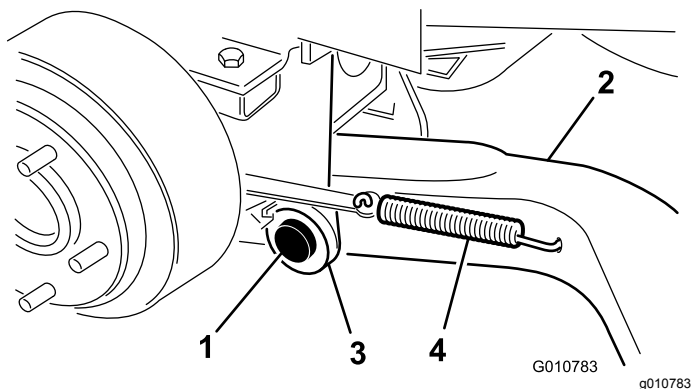

Figura 5
4. Monte um braço de elevação (com extremidade da rótula esférica posicionada virada para fora) no pino da articulação e um contrapino (5/32 x 1¼ pol.) (Figura 5).
6. Coloque mola de retorno do travão no furo do braço de elevação (Figura 5).